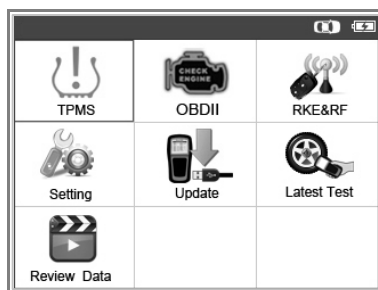

Figure 3.1
- 1) Utiliser le bouton de défilement **vers le haut/vers le bas** et le bouton de défilement **vers la gauche/vers la droite** pour sélectionner le **TPMS** depuis le **Menu principal** (Figure 3.1) et appuyer sur le bouton **Y** pour confirmer.